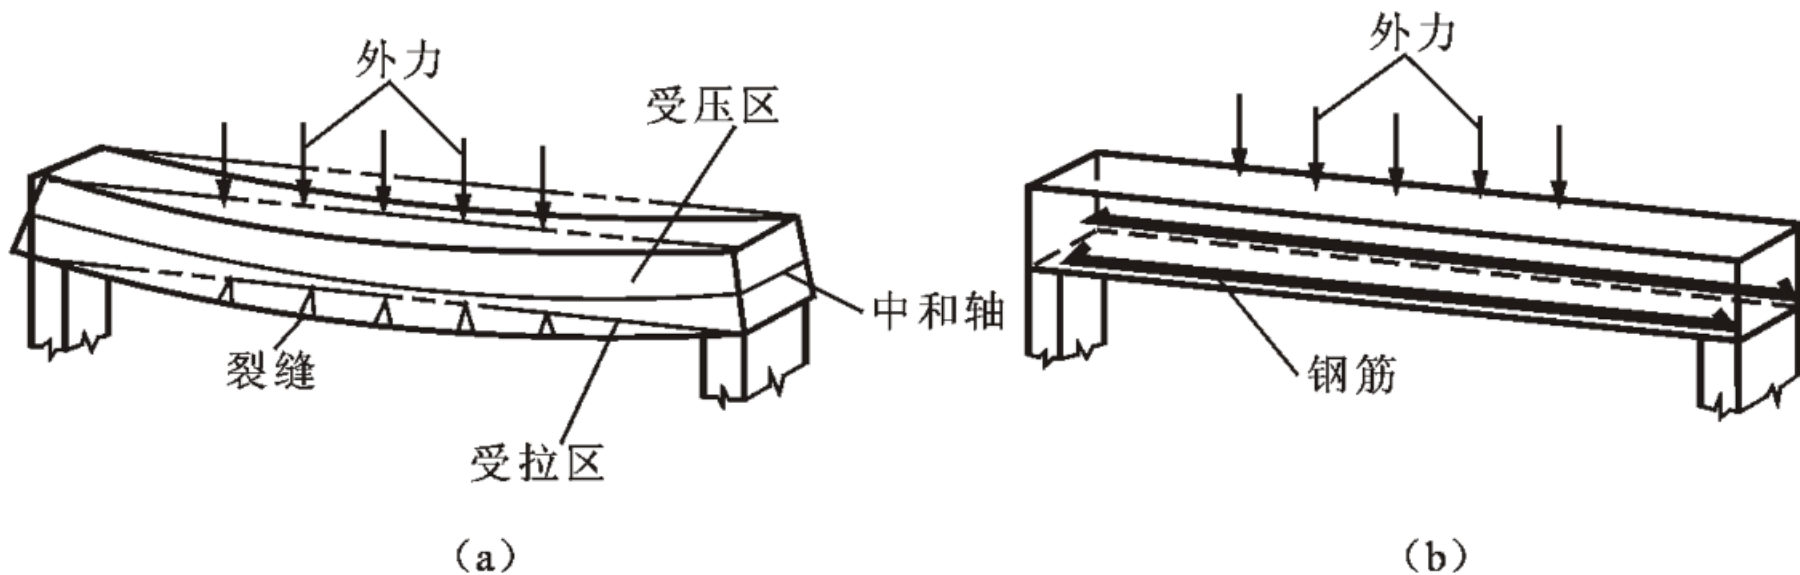

图7.3 钢筋混凝土梁受力示意图
- 图7.3所示的两端支承在砖墙上的钢筋混凝土的简支梁，将所需的纵向钢筋均匀地放置在梁的底部与混凝土浇筑在一起，梁在均布荷载的作用下产生弯曲变形。